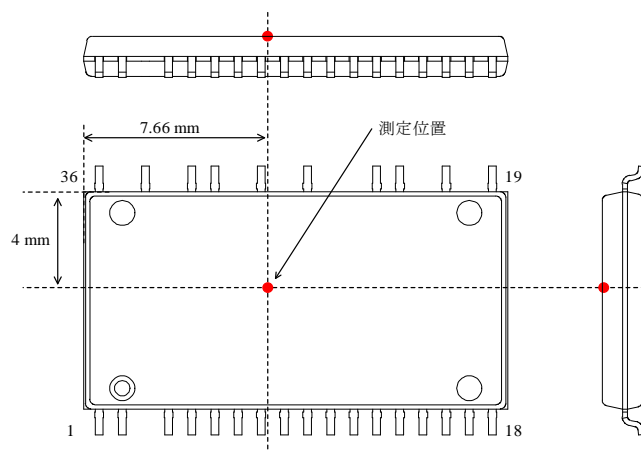

図 3-1 ケース温度測定位置
(1) ケース温度は図 3-1 で規定。基板実装時（1.6 mm、銅箔 35  $\mu\text{m}$ 、CEM-3、モールドなし、自然空冷）